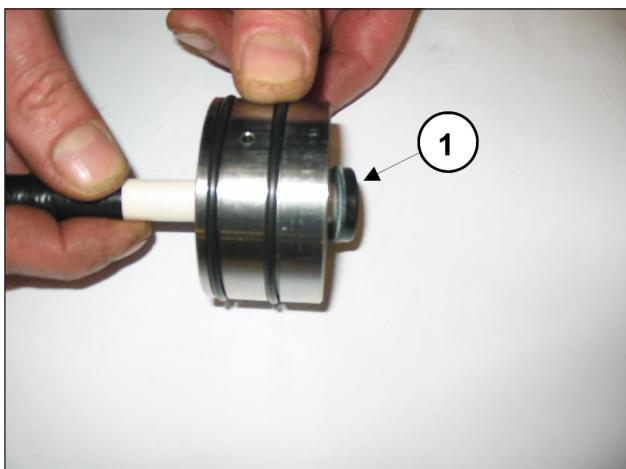

Abb. 51
- Entfernen Sie den Seegerring und den Sicherungsring der Dichtungen gemäß Abb. 50 und ziehen Sie mit einem speziellen Kunststoffdorn den ND (Niederdruck) Dichtring ① gemäß Abb. 51 ab.